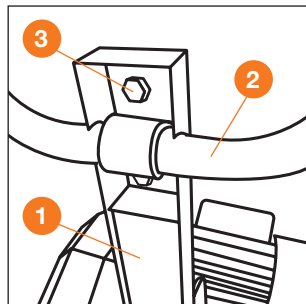

Рис. 17
- Установите рукоятку управления **2** на консоль **1**, закрепите ее при помощи двух болтов M8x16 и гаек **3** (Рис. 17).